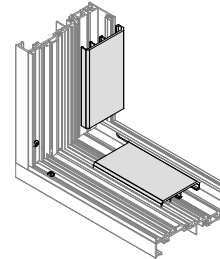

FIG. 5
- Enclencher les cales en PVC dans le seuil et les jambages à 2 po [51] de chaque coin et à 18 po [457] d'intervalle de centre à centre. **NE PAS BLOQUER LES CHANTEPLEURES.** **Voir FIG. 5**